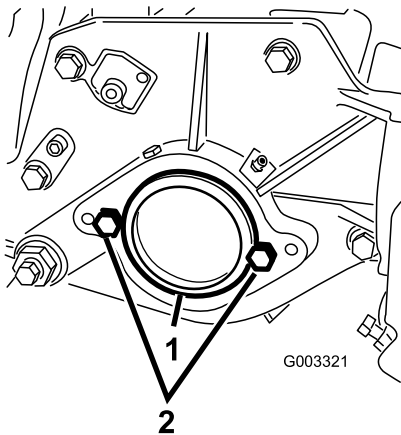

Figura 12
2. En el extremo derecho de la unidad de corte, retire el tapón de plástico del alojamiento del cojinete (Figura 12).
3. Retire los 2 tornillos de cabeza hexagonal de la chapa lateral derecha (Figura 12).
2. Tornillo de cabeza hexagonal (2)
5. Instale provisionalmente los 2 tornillos de cabeza hexagonal de montaje del motor del molinete a la chapa lateral izquierda de la unidad de corte (Figura 12).